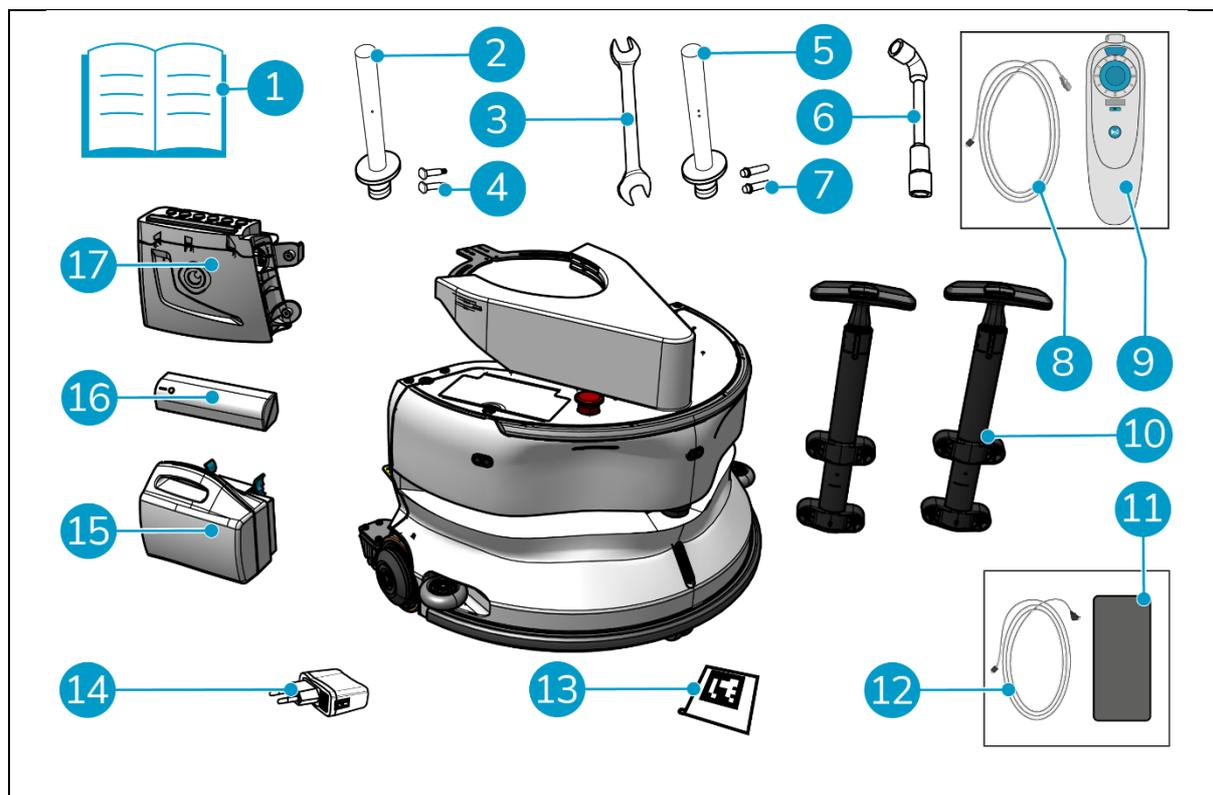
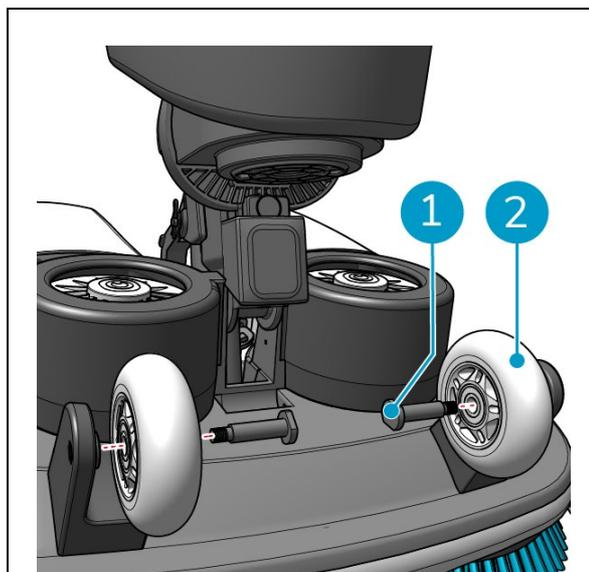

Figura 10
Figura 14
1. Utilizzare la chiave in dotazione (Figura 10, pos. 3 e 6) per rimuovere le ruote anteriori (Figura 14, pos. 2) dal mop i- XL.
2. Rimuovere gli assi delle ruote esistenti (Figura 14, pos. 1).
Barra di collegamento con 1 foro (Tipo I) e assi corrispondenti (Figura 10, pos. 2 e 4)
Barra di collegamento con 2 fori (Tipo II) e assi corrispondenti (Figura 10, pos. 5 & 7)